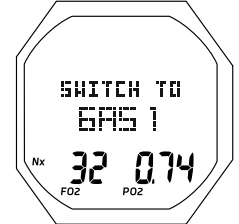

Fig. 99 - CHANGEMENT DE MÉLANGE GAZEUX
**CHANGEMENT DE MÉLANGE GAZEUX** : paramètres affichés (Fig. 99)